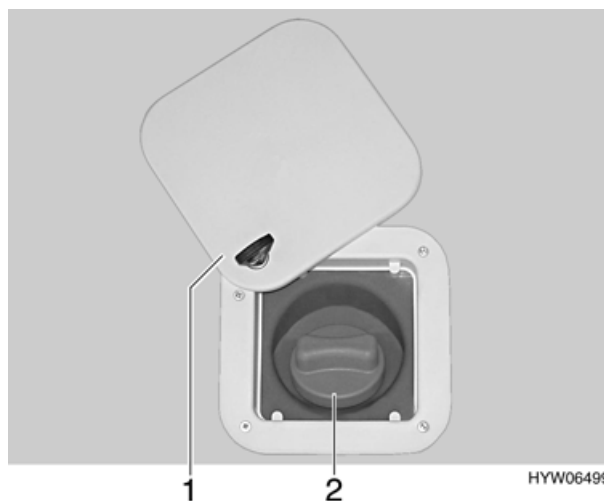

Fig. 84 Coperchio per bocchettone di riempimento del serbatoio dell'acqua potabile
- Aprire la serratura e girare verso l'alto lo sportello esterno (Fig. 84,1) (vedi capitolo 5).
- Girare il coperchio blu (Fig. 84,2) in senso antiorario di un quarto di giro.
- Aprire il bocchettone di riempimento del serbatoio dell'acqua potabile posto sulla parete (Fig. 84) esterna dell'autocaravan.